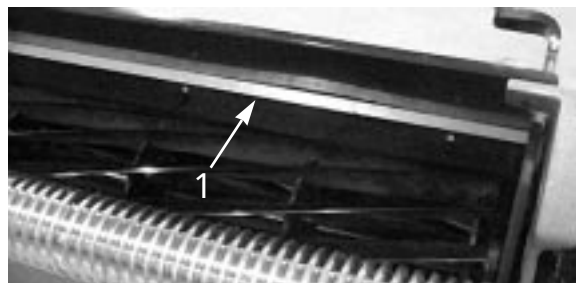

図 21
1. バー（図21）をカッティングユニットに固定しているネジをゆるめる。